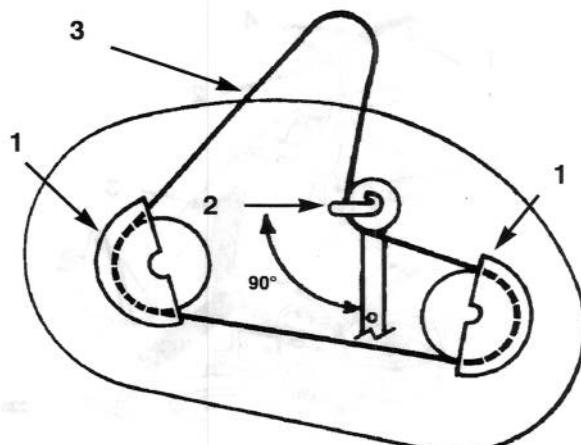

Bild 48
2. Die Befestigungsschraube der Laufscheiben-abdeckung und -abdeckungen von beiden Messerbalkenlaufscheiben entfernen (Bild 48).
3. Schraube und Mutter, mit denen die Mitläuferscheibe und Riemenführungen abgesichert werden, lockern, aber nicht entfernen (Bild 48).
2. Die Mitläuferscheiben-Riemenführung so stellen, daß sie nach links gerichtet ist, d.h.  $90^\circ$  zum Mitläuferscheibe (Bild 48). Die Befestigungsschraube und Kontermutter, mit denen die Mitläuferscheibe und Riemenführung abgesichert werden, festziehen.
3. Die linken und rechten Laufscheibenabdeckungen mit den Befestigungsschrauben montieren (Bild 48).